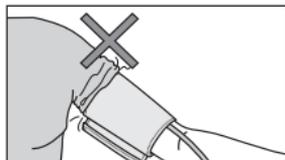

Рис. 10
7. Если Вы завернете рукав одежды и при этом сдавите руку, препятствуя току крови (рис. 10), показания прибора могут не соответствовать Вашему артериальному давлению.